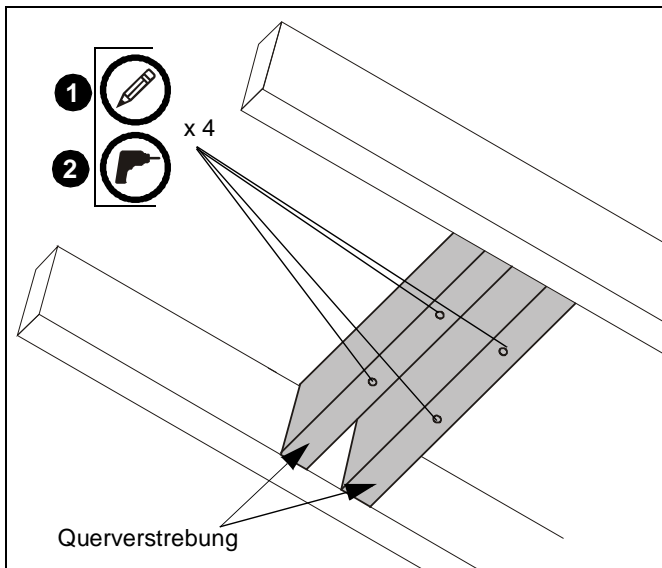

Abb. 1
1. Verwenden Sie die Deckenplatte (A) als Schablone und zeichnen Sie vier Vorbohrungen an (Siehe Abb. 1). Achten Sie darauf, dass sich die Markierungen in der Mitte der Holzbalken befinden.
2. Bohren Sie Vorbohrungen mit einem Durchmesser von 5,6 mm (7/32") in die Holzbalkenquerverstrebung. (Siehe Abb. 1) Achten Sie darauf, dass die Vorbohrungen gerade verlaufen.